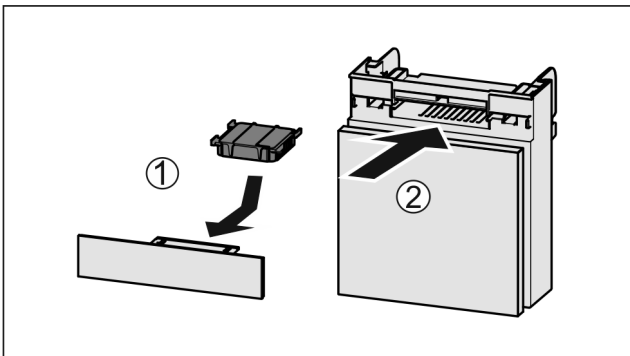

Fig. 94
- ▶ Установите фильтр с активированным углем, как показано на рисунке Fig. 94 (1).
- ▶ Вставьте отделение Fig. 94 (2).